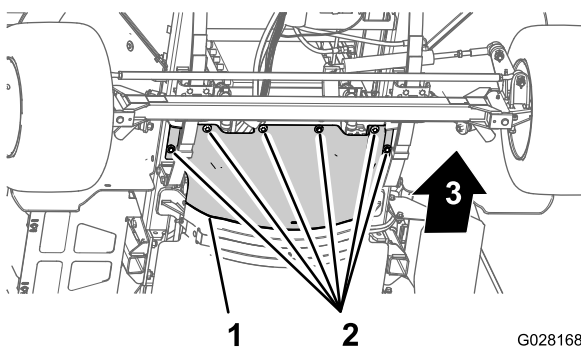

Рисунок 57
3. Выверните 6 болтов с шестигранными головками и снимите 6 шайб, которые крепят передний теплоизолирующий экран к шасси, и снимите экран (Рисунок 57).